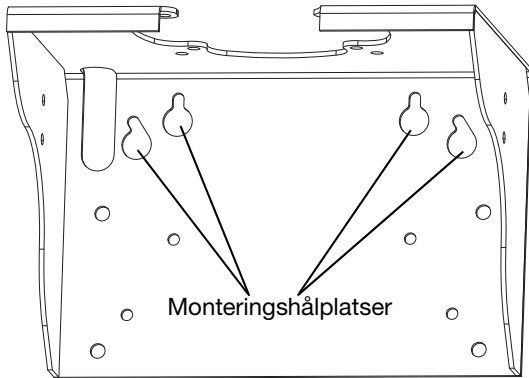

FIG. 29: Väggmonteringshålplatser
2. Se till att väggfästet är i våg genom att använda väggfästet som en mall. Borra fyra hål som är 7/16 tum (11 mm) diameter för monteringsbultarna. Se **FIG. 29** gällande monteringshålfastplatserna.